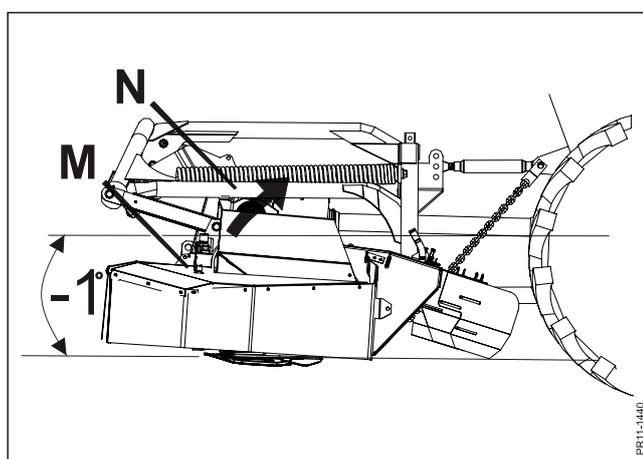

Fig. 3-5
**Fig. 3-5** Wenn das Gelände vor der Maschine ansteigt, bewegt sich die Schneideinheit **M** nach oben auf den Toprahmen **N** zu, bis der Plaststopp gegen den Toprahmen geht. Bei dieser Bewegung dreht sich der Messerbalken nach hinten, wodurch eine angemessene Stoppelhöhe aufrechterhalten wird, und das Risiko minimiert wird, dass die Messer mit dem Boden kollidieren.